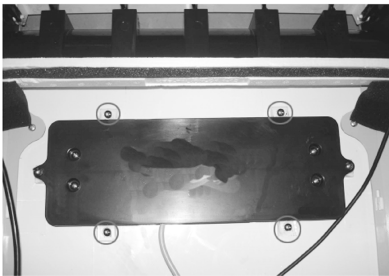

图 5-24 显示板组件拆卸
3) 拆显示板组件。拧下几个固定螺钉，从面板正面往后推，即可卸下显示屏。显示板组件拆卸如图 5-24 所示。